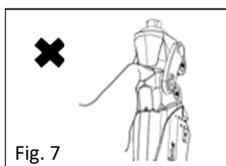

Fig. 7
-  **▪ Danger ! Placer les doigts dans le mécanisme tel qu'indiqué à la Figure 7 provoquera des blessures !**
- ⚠ **▪ Danger ! Placer les doigts dans le mécanisme tel qu'indiqué à la Figure 7 provoquera des blessures !**